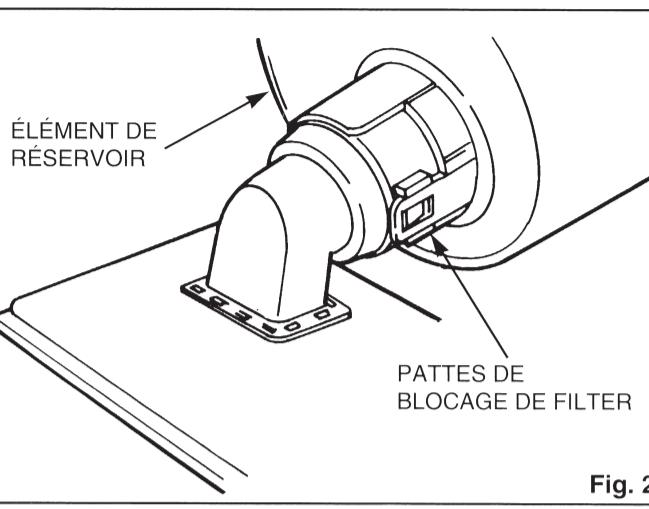

Fig. 2
D) Se procurer le nouvel élément de réservoir. S'assurer que les pattes de blocage du filtre sont engagées dans l'élément de réservoir (figure 2). S'assurer aussi que l'ensemble sonde de carburant/bras de flotteur peut fonctionner librement.